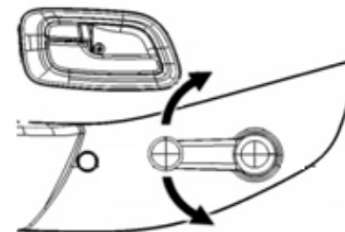

Figura 3.1.3.1
a. La manija que abre la ventanilla está instalada en la parte interna de la puerta. La manija permite bajar el vidrio si se la gira en el sentido de las agujas del reloj y subirlo si se la gira en el sentido contrario. (Ver Figura 3.1.3.1)
b. La puerta delantera del vehículo con mayor nivel de configuración está equipada con un levantavidrios eléctrico, cuyo interruptor está instalado en el apoyabrazos. Tire del interruptor para levantar el vidrio y presione el interruptor para bajar el vidrio. Delante del interruptor de la ventanilla que está en la puerta del conductor se encuentra el bloqueo del levantavidrios que bloquea la función. Debajo del mando está la gaveta para botellas. (Ver Figura 3.1.3.2)